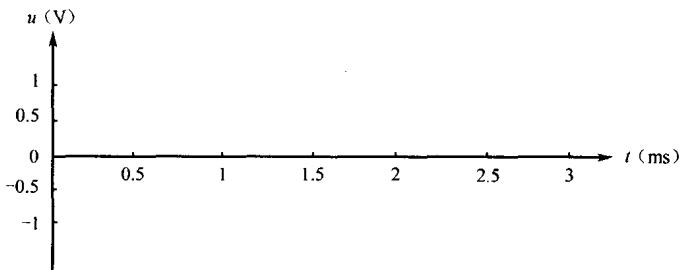

图 1-1-5 记录“CAL”波形
⑤ 将用示波器测量的“CAL”信号数据记录在表1-1-2中。并将“CAL”波形画在图1-1-5中(波形画一个半周期以上)。